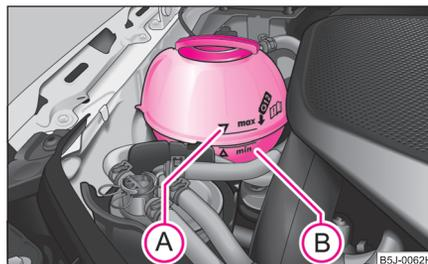

Abb. 149 Motorraum: Kühlmittel-Ausgleichbehälter
- Prüfen Sie den Kühlmittelstand am Kühlmittel-Ausgleichbehälter ⇒ Abb. 149. Der Kühlmittelstand muss bei kaltem Motor zwischen den Markierungen „MIN“ und „MAX“ liegen. Bei warmem Motor kann er auch etwas über der Markierung „MAX“ liegen.
- Legen Sie einen Lappen auf den Verschlussdeckel des Kühlmittel-Ausgleichbehälters ⇒ Seite 180, Abb. 149 und schrauben Sie den Deckel **vorsichtig** linksherum ab ⇒ .